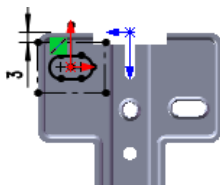

图 16.6.53 编辑草图
(4) 编辑草图, 如图 16.6.53 所示。退出草图环境, 完成成形特征 5 的创建。